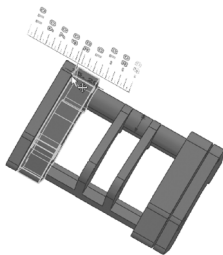

图 8-39 拖动修改控标
3) 拖动距离为 5 的修改光标，调整拉伸的长度，如图 8-39 所示。